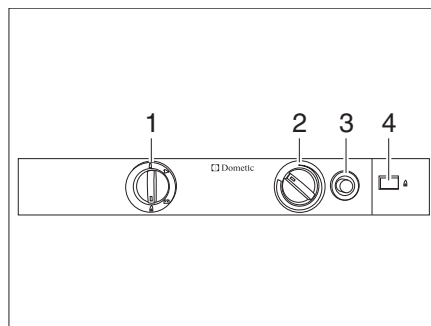

Bild 322 Reglage, knappar för kylskåpet (Dometic 8-serie)
- Ställ energiväljaren (Bild 322,1) i läge "▲".
- Tryck på vridregulatorn (Bild 322,2), vrid till högsta läge och håll den intryckt i detta läge. Vänta tills gasen strömmar till brännaren.
- Tryck på gaständningsknappen (Bild 322,3) och håll den nedtryckt. Tändning sker automatiskt.
- Håll gaständningsknappen (Bild 322,3) nedtryckt tills flamindikatorn (Bild 322,4) blir grön, släpp sedan upp vridregulatorn.
- Håll vridregulatorn (Bild 322,2) i ytterligare 10 till 15 sekunder, släpp den sedan.
- Ställ energiväljaren (Bild 322,1) i läge "↗".
- Ställ in kyltemperaturen med vridregulatorn (Bild 322,2).
- Ställ energiväljaren (Bild 322,1) i läge "☐".